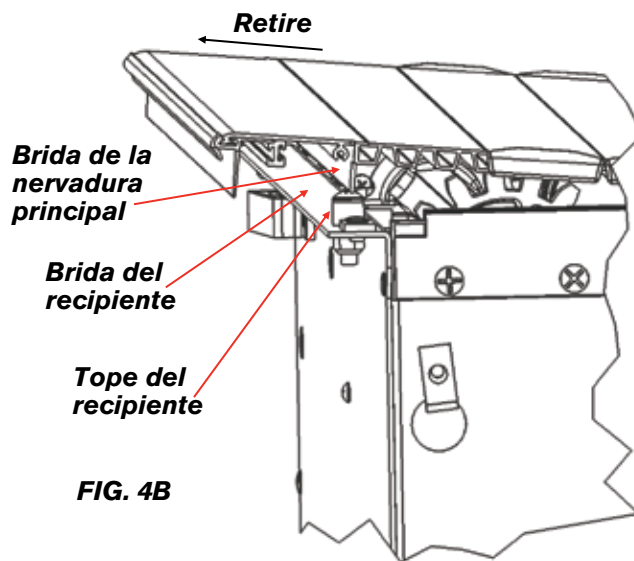

FIG. 4B
- Primero, asegúrese de que la brida de la nervadura principal esté orientada hacia la puerta trasera lo suficiente para despejar la brida del recipiente y el tope del recipiente. (FIG 4B).